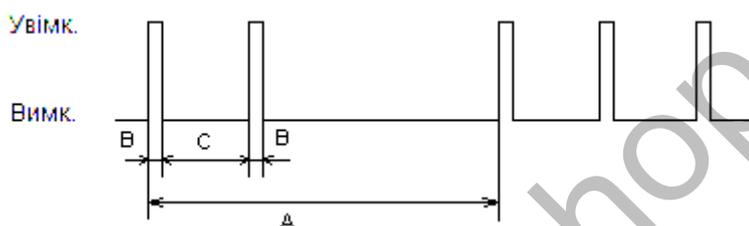

Рисунок 6 – мигання індикатора спалахами
- мигає подвійними спалахами під час очікування підтвердження взяття під охорону з інтервалом  $A = 2$  с;  $B = 0,2$  с;  $C = 0,6$  с (дивись рисунок 6).
- мигає подвійними спалахами під час очікування підтвердження взяття під охорону (рисунок 6).
- спалахує кілька разів підряд з інтервалом  $A = 3$  с;  $B = 0,04$  с;  $C = 0,5$  с (рисунок 6).